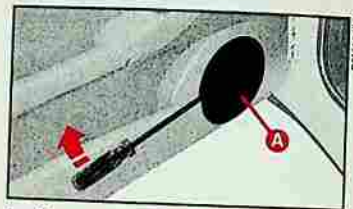

fig. 83
- 1) Enlever le cache fixé par pression **A**-fig. 83 en utilisant un tournevis et en agissant avec précaution.